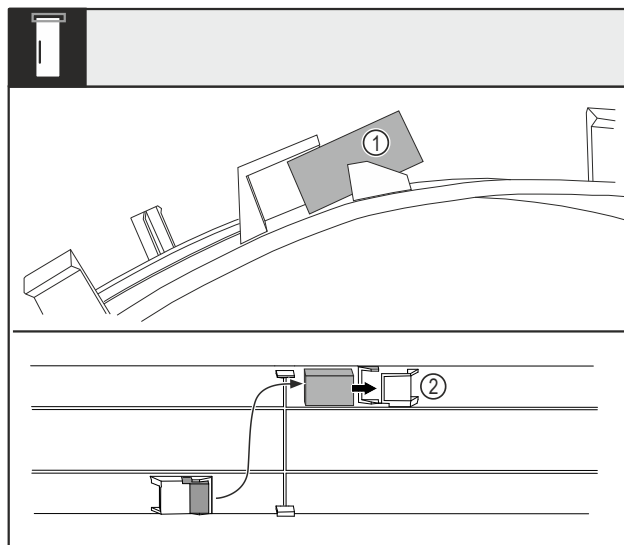

Fig. 6
- ▶ Ohněte kryt a vytáhněte dvevní magnet Fig. 6 (1) z uložení.
- ▶ Vložte dvevní magnet do druhého uložení Fig. 6 (2).